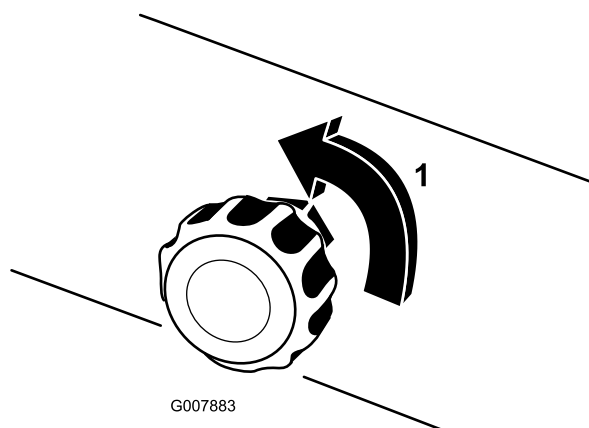

Figura 30
5. Para o funcionamento inicial, abra a válvula de ajuste de densidade da espuma de 1/8 a 1/4 de volta (Figura 30).